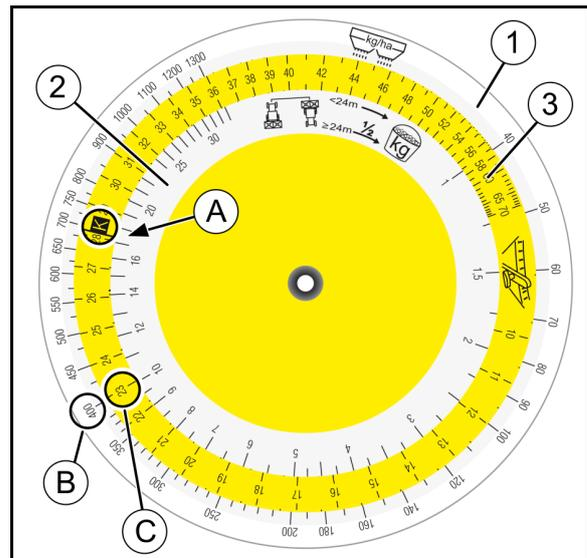

Fig. 59
7. Prendere il disco calcolatore per il dispositivo di ripassata. Cercare sulla scala (Fig. 59/2) della quantità raccolta [kg] il valore numerico **17,5 (A)** e sovrapporlo alla posizione della paratoia "K" (posizione) (B) della scala colorata (Fig. 59/3).
8. Cercare la quantità di spargimento desiderata (400 kg/ha) (C) sulla scala della quantità di spargimento (Fig. 59/1) e leggere la necessaria posizione della paratoia (posizione) **23 (D)**.